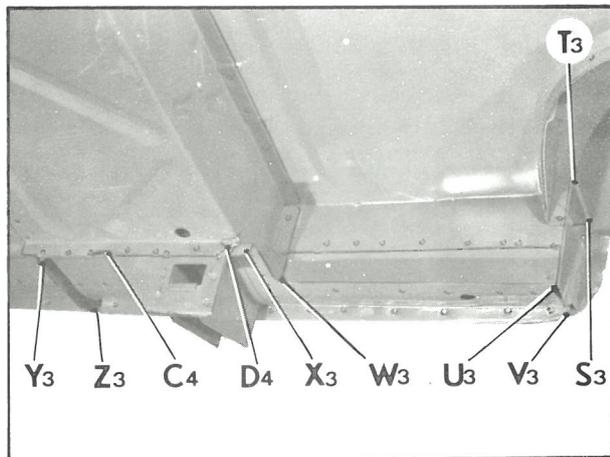

Fig. 20
- en* T₃ U₃ (fig. 20)
- en* U₃ V₃ (fig. 20)
- en* W₃ X₃ (fig. 20)
- en* Y₃ Z₃ (fig. 20)
- en* Y₃ C₄ (fig. 20)
- en* D₄ (fig. 20)